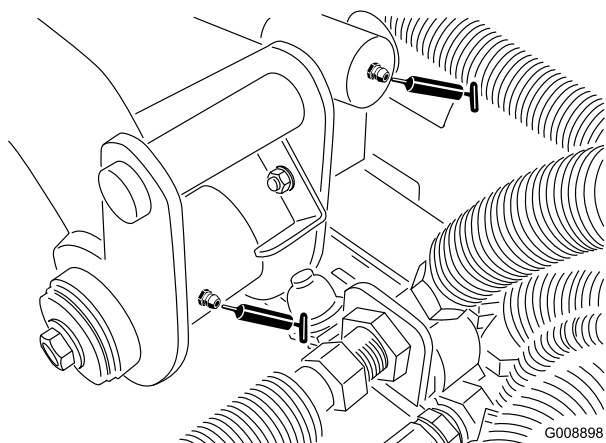

Figura 40
- Perno del braccio di sollevamento posteriore e cilindro di sollevamento (2) (Figura 40)